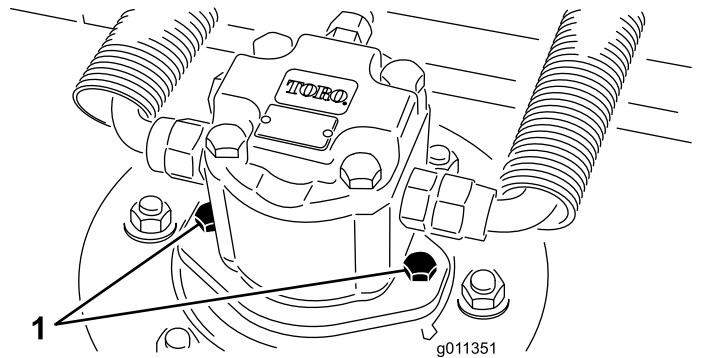

Figura 79
2. Desconecte y retire el motor hidráulico de la unidad de corte (Figura 79). Tape la parte superior del eje para evitar la contaminación.
3. Instale el motor hidráulico en la unidad de corte (Figura 79). Asegúrese de que la junta tórica está correctamente colocada y que no está dañada.